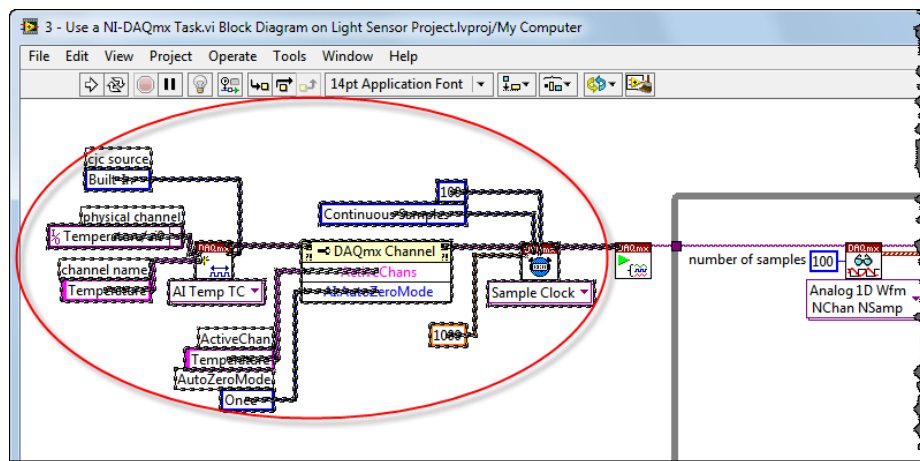

Figura 13. Exclua todos os VIs de configuração e parâmetros da entrada à esquerda do DAQmx Start Task.vi.
- a. No VI 3 – Use a NI-DAQmx Task dentro do LabVIEW, clique e arraste para destacar todos os parâmetros da entrada e dos VIs para a esquerda do *DAQmx Start Task.vi*, conforme ilustrado na figura 13.